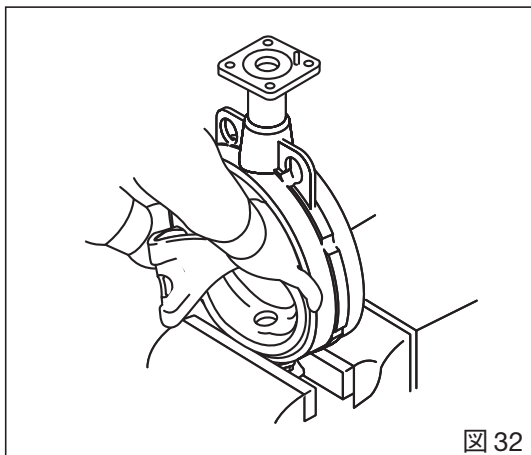

図 32
4. シートリングの挿入：バルブをバイスなどで固定し、軸穴の位置を確認しながらシートリングを下側から本体に挿入します。次いでシートリングの上部に力を加え、凹状に湾曲させた状態で本体にはめ込みます。(図32)